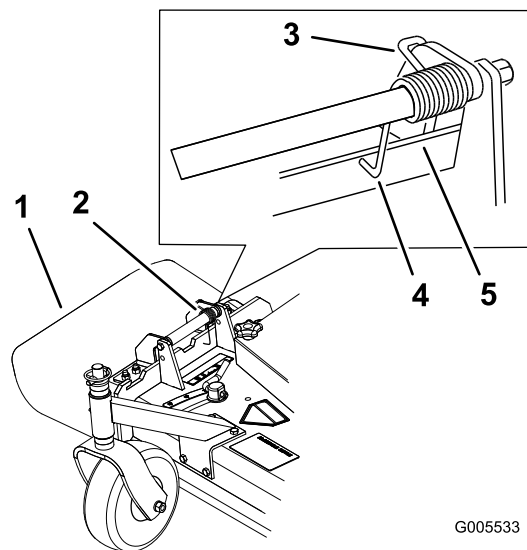

Figure 3
2. Prenez soin de placer l'extrémité en **L** du ressort derrière le bord du plateau avant de mettre le boulon en place, comme indiqué à la Figure 3.
3. Accrochez l'extrémité en **J** du ressort au déflecteur d'herbe (Figure 3).